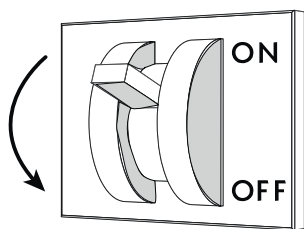

Fig. 39
- Retirar a tensão elétrica ao balcão através do interruptor seccionador geral colocado na parede ("Fig. 39").